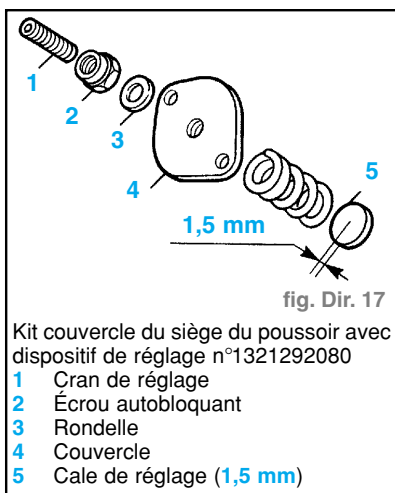

fig. Dir. 17
- En cas de bruit dû au jeu entre le poussoir et sa crémaillère qui, lors de l'utilisation du véhicule, apparaît sur routes dégradées ; procéder au remplissage du couvercle du boîtier du poussoir, par un autre pourvu de dispositif de réglage fourni en Kit comme illustré. (fig. Dir. 17)